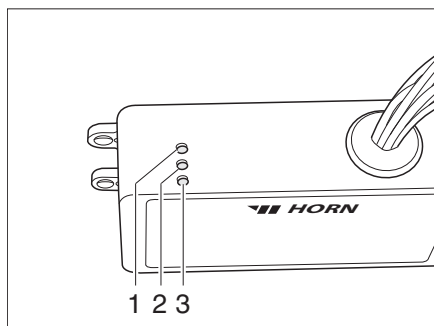

Bild 92 Regelgerät
Das Regelgerät (Bild 92) ist unter der Sitzbank eingebaut. Die Kontroll-Leuchten auf dem Regelgerät haben folgende Bedeutung:
- Kontroll-Leuchte (Bild 92,2) leuchtet grün: Regelung in Betrieb.
- Kontroll-Leuchte (Bild 92,1) leuchtet rot: Abwassertank wird beheizt.
- Kontroll-Leuchte (Bild 92,3) leuchtet rot: Abwasserleitungen werden beheizt.